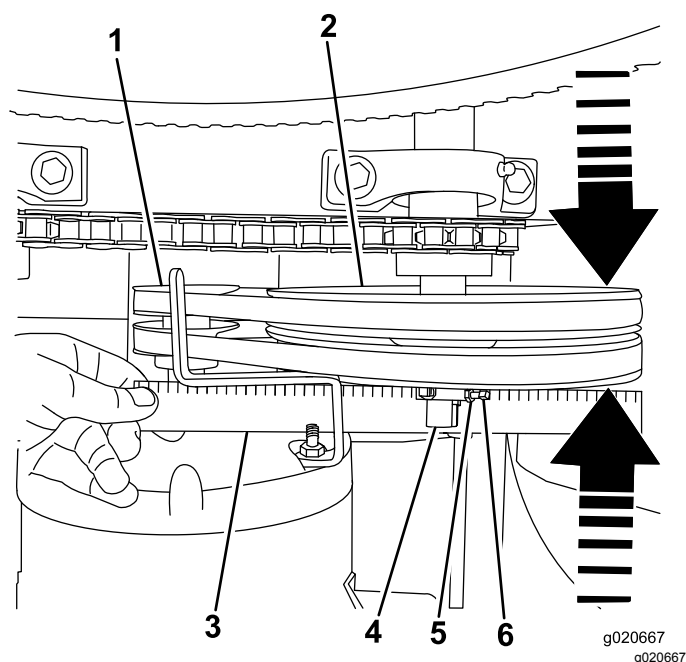

Figura 40
2. Coloque una regla sobre las caras de la polea del motor y de la polea tensora (Figura 40).
- B. Afloje las contratuercas y los tornillos de fijación que sujetan la polea tensora al eje (Figura 40).
- C. Dando golpecitos con un mazo de goma, mueva la polea tensora hacia adelante o hacia atrás en el eje de la polea tensora hasta que la polea del motor y la polea tensora estén alineadas con la regla (Figura 40).
- D. Apriete los tornillos de fijación y las contratuercas que sujetan la polea tensora al eje (Figura 40).